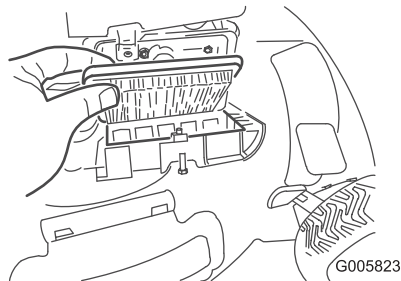

Figura 33
2. Cambie el filtro de aire (Figura 33).